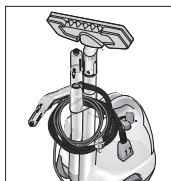

Fig. 11: Almacenaje
- Introduzca los dos tubos de prolongación en los portaaccesorios tubulares (A6) situados en la parte posterior del aparato. Acople la boquilla barredora de suelos (H1) a uno de los tubos de prolongación (véase la fig. 11).